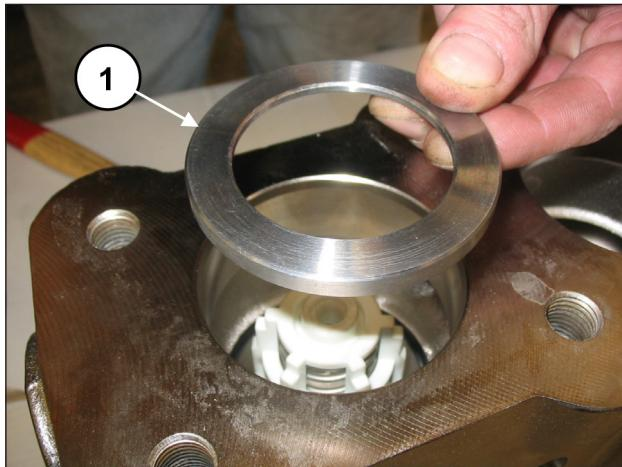
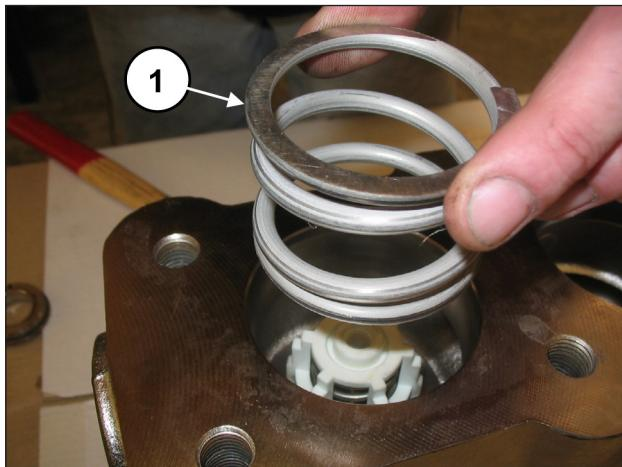

Рис. 129
Рис. 130
Вставьте кольцо седла клапана (поз. ①, Рис. 129) и пружину (поз. ①, Рис. 130).